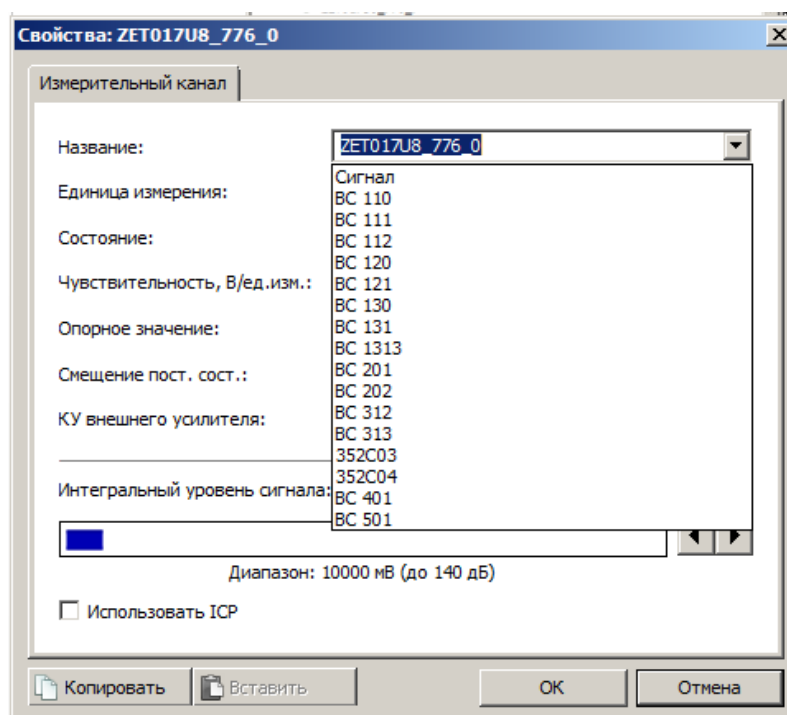

Рис. 3.23 Окно «Свойства» со списком типовых датчиков
В случае если к измерительному каналу анализатора спектра подключается типовой датчик следует перейти в поле «Название» и активировав указатель на выпадающий список  (Рис. 3.23), выбрать из списка тип подключаемого датчика, при этом в поле «Название» будет введено название типа датчика, которое можно скорректировать путем ввода необходимого названия измерительного канала с клавиатуры.
**Внимание!** В случае, когда необходим доступ к произвольной настройке для всех параметров в окне «Свойства» в поле «Название» выбирайте из списка тип «Сигнал» (Рис. 3.23), в случаях выбора иных типов изменение некоторых параметров окна «Свойства» могут быть ограничены.
Наиболее используемые единицы измерения можно выбрать из выпадающего списка (Рис. 3.23) активировав символ  в поле «Единица измерения».